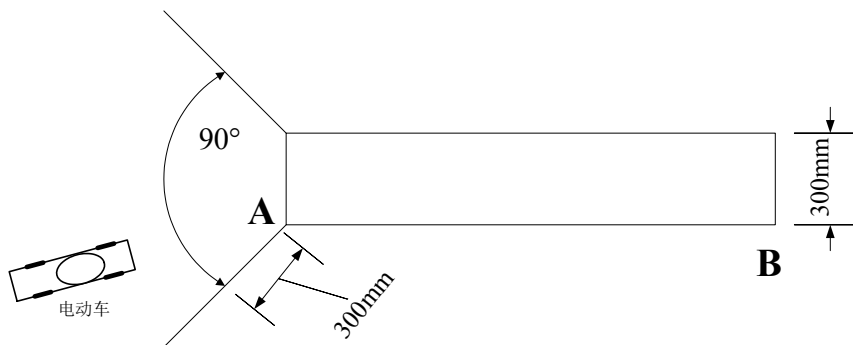

图3 自动驶上跷跷板示意图
- (1) 将电动车放置在地面距离跷跷板起始端 A 点 300mm 以外、 90° 扇形区域内某一指定位置(车头朝向跷跷板), 电动车能够自动驶上跷跷板, 如图 3 所示: